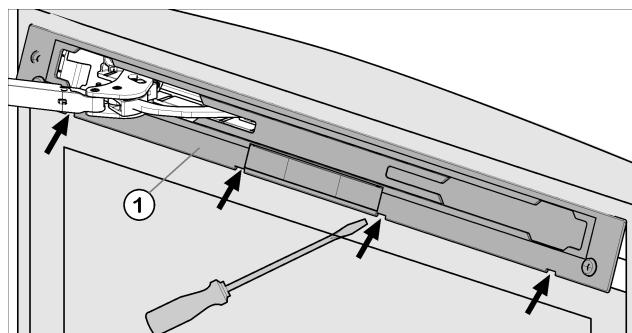

Fig. 5
- Déclipser le panneau Fig. 5 (1) à l'aide d'un tournevis à fente, puis le retirer.